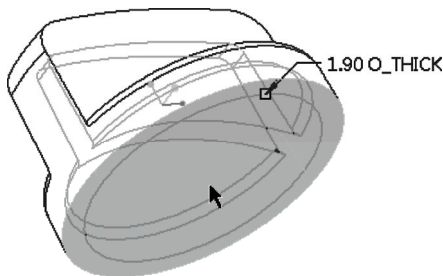

图 12-15 指定要移除的曲面 (开口面)
- 3) 在“壳”选项卡中打开“参考”面板, “移除的曲面”收集器处于活动状态, 选择图 12-15 所示的实体下端表面作为要移除的曲面。